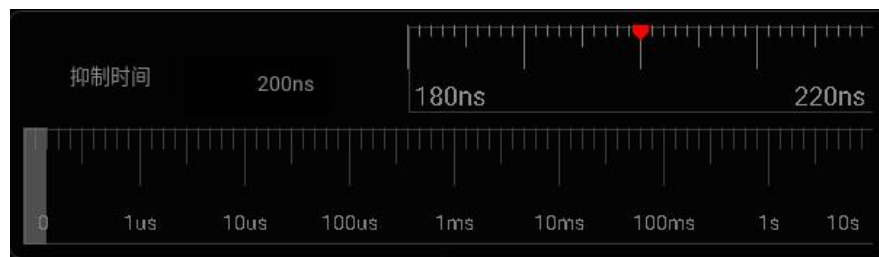

图 7-11 触发抑制时间设置界面
- 1) 在主菜单中轻点“触发”打开触发菜单，在“常规”项下轻点“抑制时间”后的方框，打开抑制时间调节界面，左上方显示触发时间，右上方显示微调时间标尺，下方显示粗调时间标尺，如图 7-11 所示。